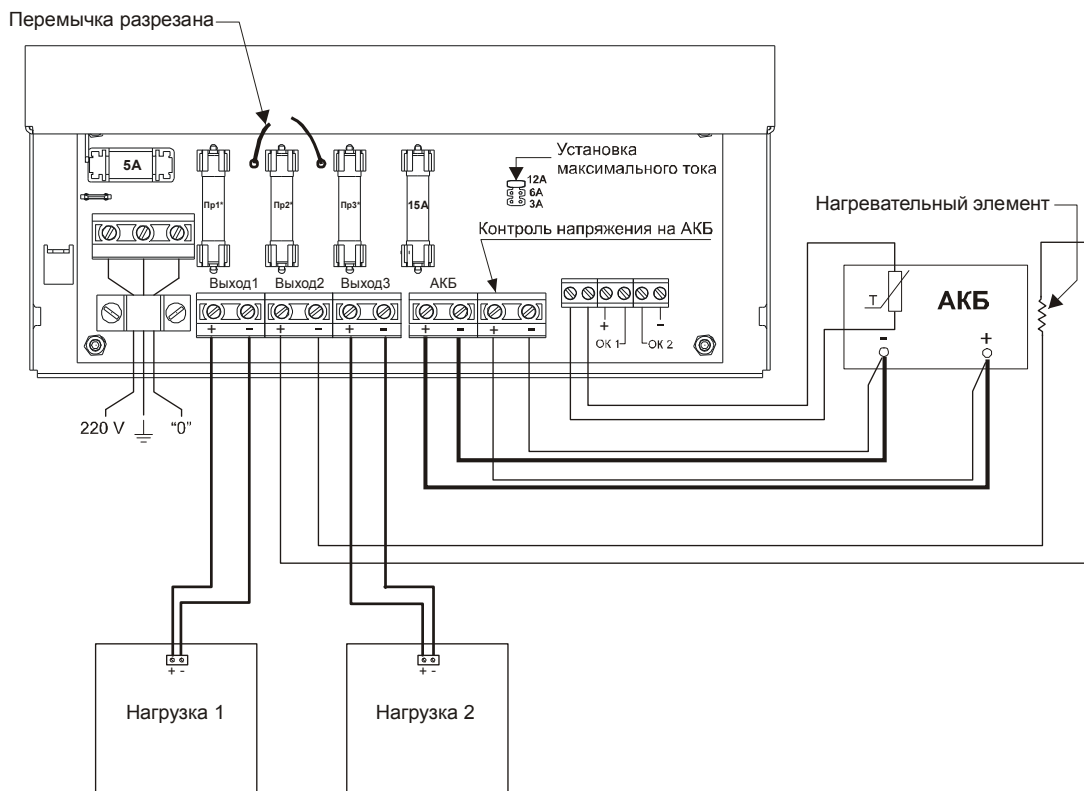

Рис.4
- ◆ Подключите, при необходимости, руководствуясь схемой подключения (рис.4), нагревательный элемент (не входит в комплект поставки) к контактам колодки «Выход 2», . Перережьте проводную перемычку поз.11 рис. 1. Оголенные концы провода изолируйте трубкой ПВХ Ø3.5 мм (входит в комплект поставки) или другим электроизолирующим материалом. Установите в держатель предохранителя по цепи «Выход 2» вставку плавкую 5А 250В (входит в комплект поставки). Закрепите нагрева-